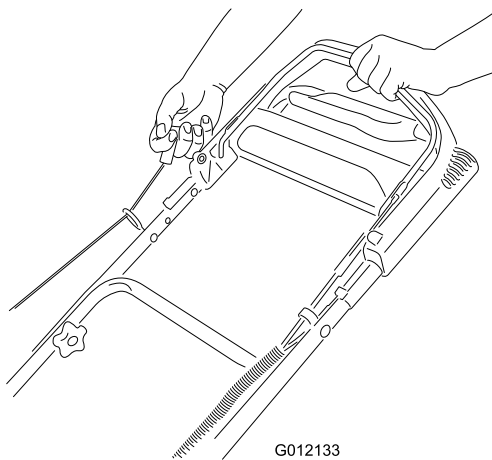

Figura 12
2. Tire de la cuerda de arranque (Figura 12).